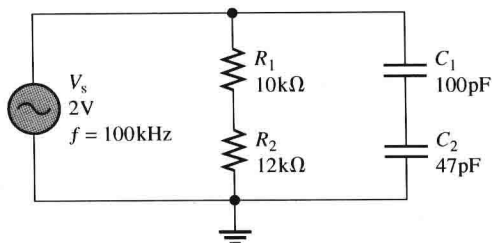

图 10-75
22. 求图 10-75 中电路的总电流。
29. 试问图 10-75 中电路的功率因数是多少?